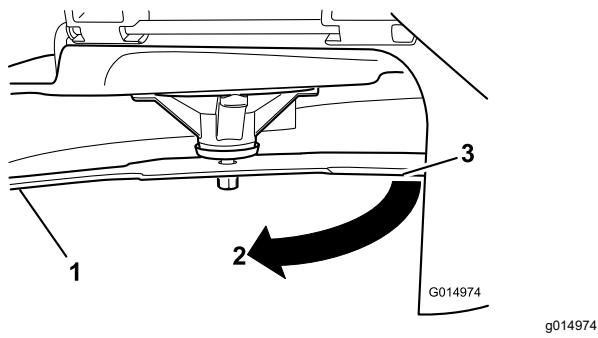

Рисунок 60
3. Измеренное расстояние между ножом и поверхностью (A)
4. Поверните тот же нож на 180 градусов, чтобы теперь его противоположная режущая кромка была в том же положении (Рисунок 60).